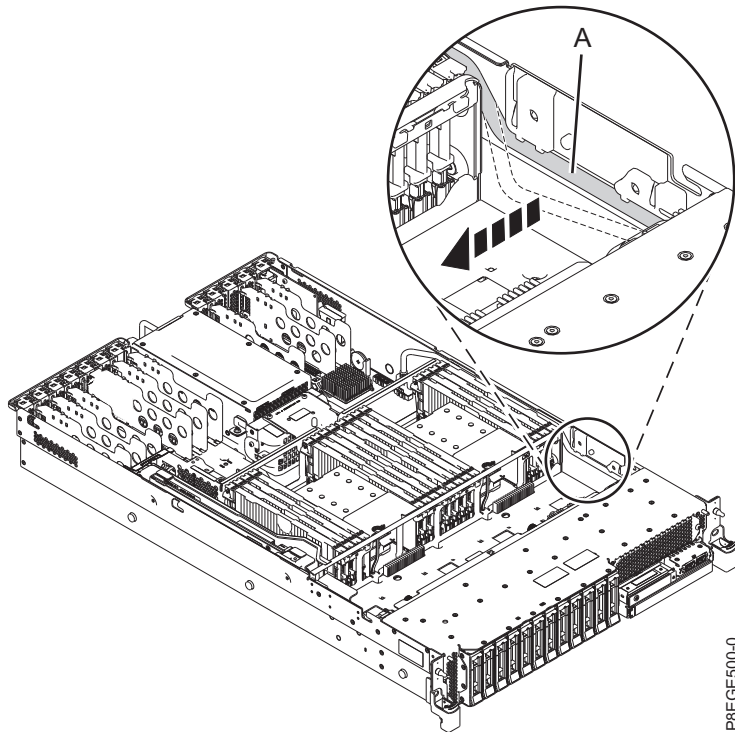

図 2. USB ケーブルをケーブル・チャンネルから引き出す
4. システムの側面にあるケーブル・チャンネルから前面 USB ケーブル **(A)** を引き出します。図 2 を参照してください。